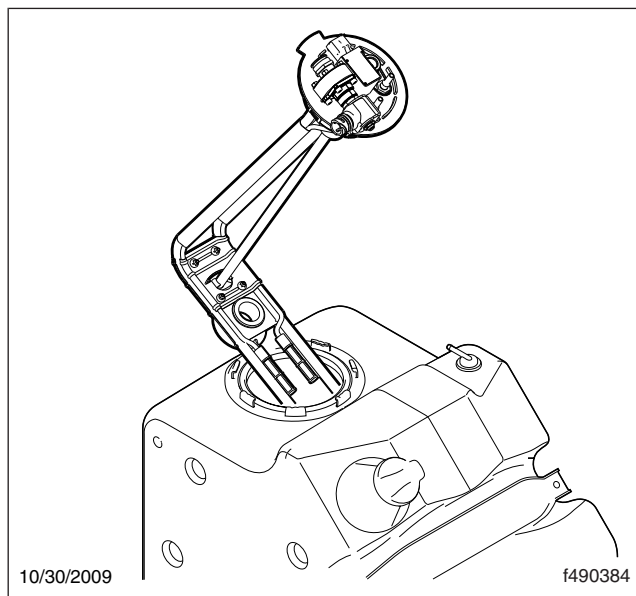

Fig. 9, Unité d'en-tête
14. Faites pivoter le verrouillage de l'en-tête dans le sens contraire des aiguilles d'une montre pour le desserrer, puis retirez le verrouillage. Voir Fig. 9.
15. Retirez le collecteur DEF du réservoir en tirant l'ensemble vers le haut. Ensuite, inclinez-la pour tirer l'extrémité horizontale du réservoir. Voir Fig. 9.